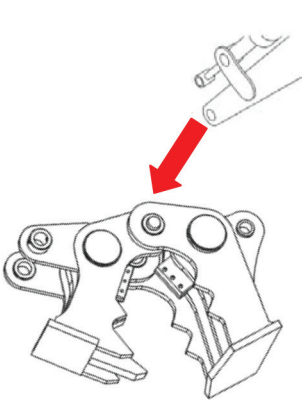

Рис. 4.4.1
• Переместите поближе рабочую машину, вставьте стрелу внутрь соединительного элемента сменного рабочего органа (Рис. 4.4.1).